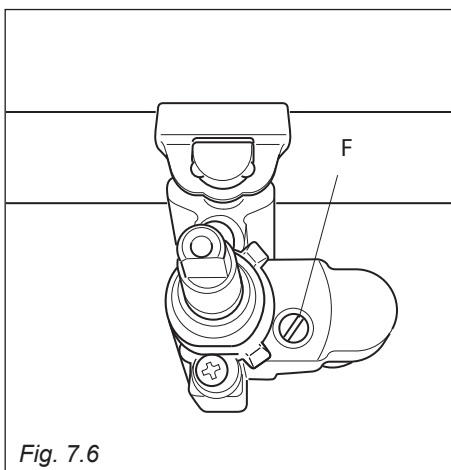

Fig. 7.6
- Sfilare la manopola del rubinetto e con un cacciavite a taglio agire sulla vite “F” (fig. 7.6) fino ad ottenere la fiamma desiderata.